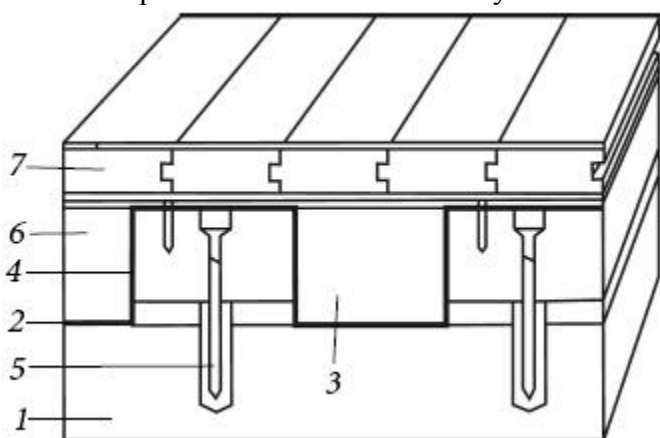

Рис. 25. Изоляция бетонного пола с лагами:
2. Укладывают слой пленочной гидроизоляции, приклеивая по краям металлизированным скотчем и стыкуя листы внахлест на 10 см или более (рис. 25).